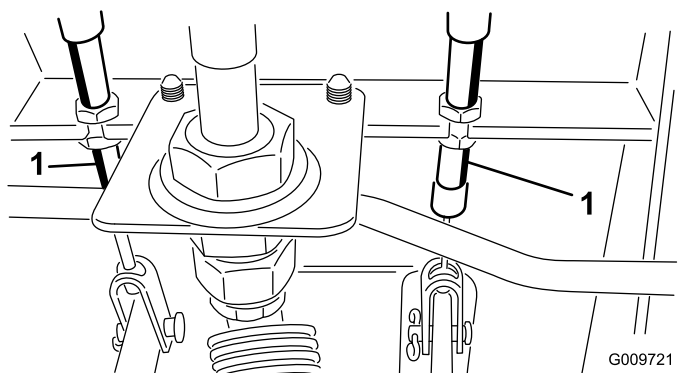

Figure 88
- A. Desserrez l'écrou avant sur l'extrémité fileté du câble de frein (Figure 88).